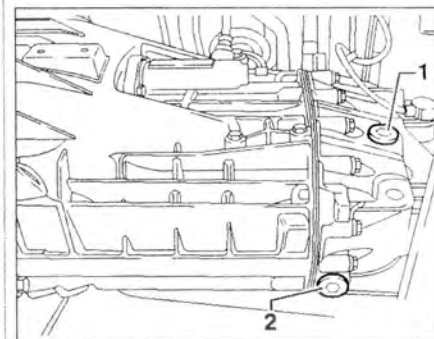

Рис. 1.21. Протрите поверхность вокруг заливной 1 и сливной 2 пробки.
1. Протрите поверхность вокруг заливной 1 и сливной 2 пробки (рис. 1.21).